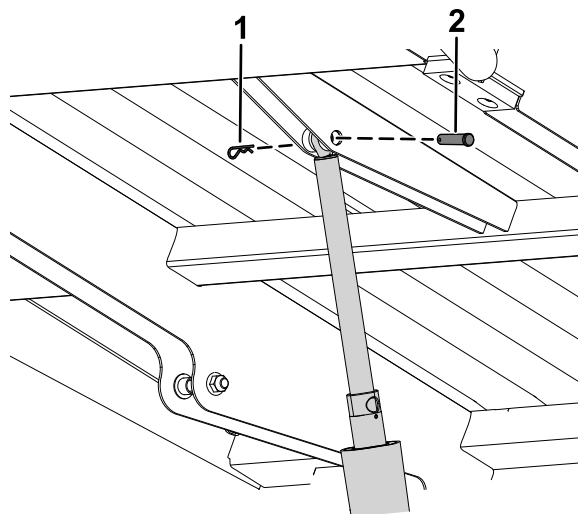

Bild 8
5. Befestigen Sie den ausgefahrenen Teil des Hubzylinders mit einem Lastösenbolzen und einem Splint an der Ladepritsche (Bild 8).